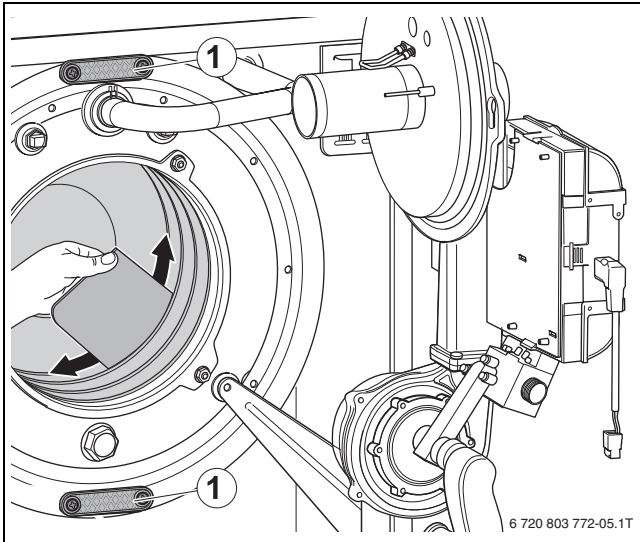
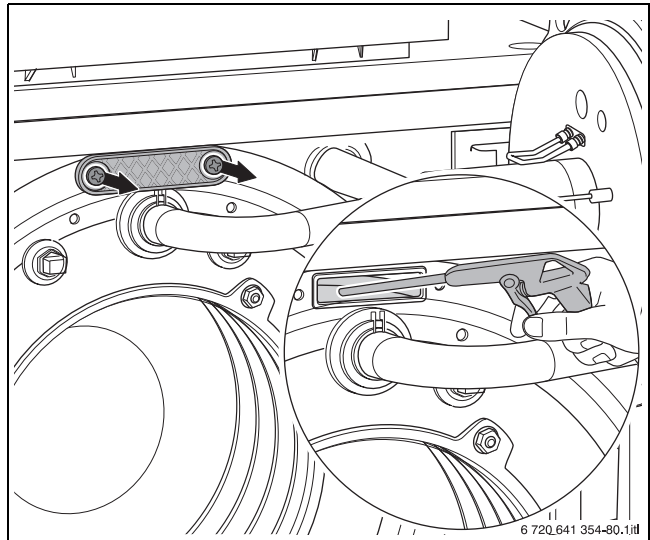

Bild 61 Heizgasspalte mit Reinigungsspachtel reinigen
Bild 62 Wärmetauscher mit Sprühlanze reinigen
- ▶ Reinigungsdeckel (→ Bild 61, [1] und Bild 62) abnehmen.
- ▶ Lose Partikel mit Wasser (z. B. Sprühlanze) aus Feuerraum und Abgasmantel spülen (→ Bild 62).
- ▶ Heizgasspalte mit Reinigungsspachtel reinigen (→ Bild 61).